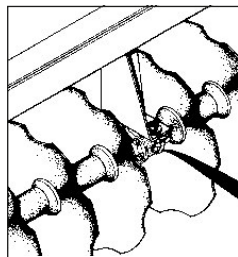

FIGURA 3
** Ao montar os mancais de rolamento verificar que os mesmos devem ser montados com o sistema de lubrificação virados para a parte de trás do implemento conforme figura 3.*